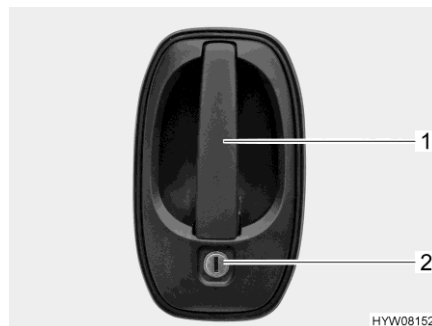

Bild 33 Dörrlås (förardörr/bodelsdörr, utsidan)
- Stick in nyckeln i låscylindern (Bild 33,2) och vrid den ända tills dörrlåset har låsts upp.
- Drag i dörrhandtaget (Bild 33,1). Dörren är öppen.
- Stick in nyckeln i låscylindern (Bild 33,2) och vrid den ända tills dörrlåset har låsts.